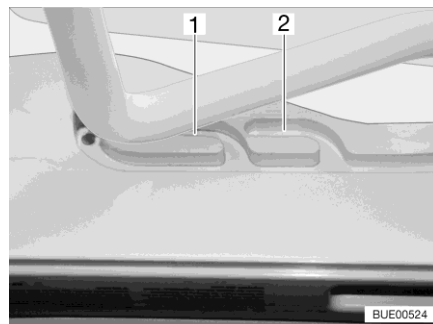
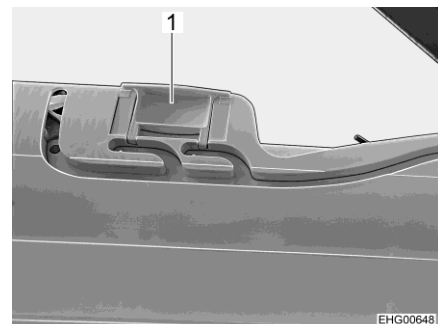

Bild 24 Führung (Lüftungsstellung)
Bild 25 Verriegelung (Lüftungsstellung)
Die Heki-Dachhaube kann in zwei Lüftungsstellungen gebracht werden: Schlechtwetterstellung (Bild 24,1) und Mittelstellung (Bild 24,2). Je nach Modell kann die Dachhaube in der Mittelstellung mit den beiden Riegeln (Bild 25,1) links und rechts am Rahmen der Dachhaube verriegelt werden.
- Den Bügel leicht nach oben drücken und in die gewählte Führung (Bild 24,1 oder 2) schieben und ggf. verriegeln.